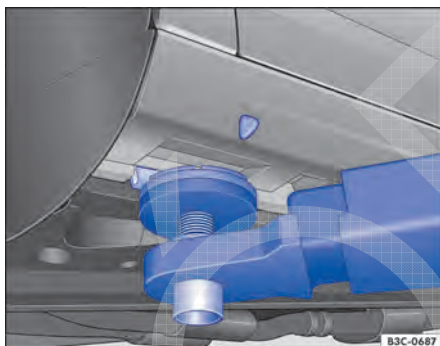
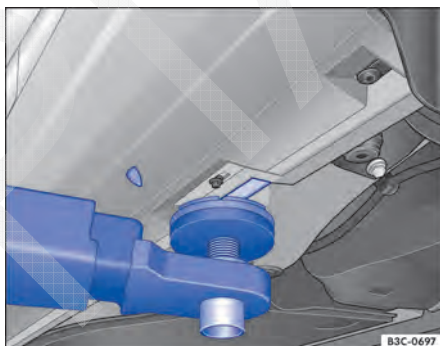

Fig. 209 Pontos de apoio dianteiros para a suspensão com plataforma elevatória ou com macaco.
Fig. 210 Pontos de apoio traseiros para suspensão com plataforma elevatória ou macaco.
O veículo deve ser suspenso somente pelos pontos indicados nas figuras ⇒ **Fig. 209** e ⇒ **Fig. 210**. Se o veículo não for suspenso pelos pontos indicados, podem ocorrer danos no veículo ⇒ ⚠ e ferimentos graves ⇒ ⚠.
- Suspender o veículo somente pelos pontos indicados nas figuras ⇒ **Fig. 209** e ⇒ **Fig. 210**. Se o veículo não for suspenso pelos pontos indicados, o veículo pode cair da plataforma elevatória quando, por exemplo, o motor ou a suspensão for desmontado.